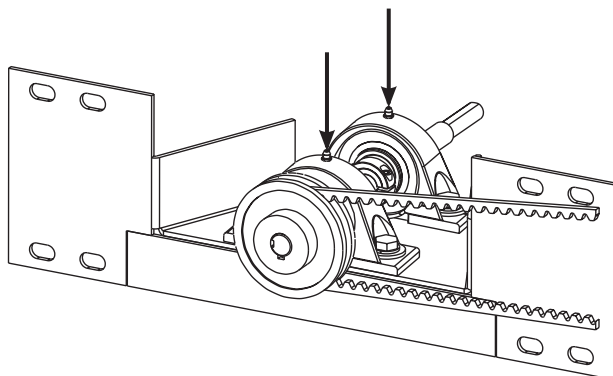

Figure 4-43.
Schmieren Sie die zwei (2) Hauptwälzlager der Gebläseachse (Abbildung 4-43), verwenden Sie hierzu Spezialfett (MM P/N 17110-0015 hitzebeständiges Fett auf Lithiumbasis). NUR EIN SCHUSS der Schmierpistole ist für jedes Wälzlager erforderlich.